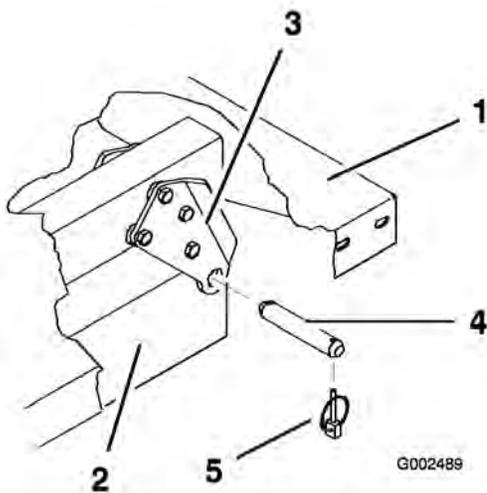

Figura 4
4. Retire los pasadores de seguridad y los pasadores que fijan las placas de giro al bastidor (Figura 4).